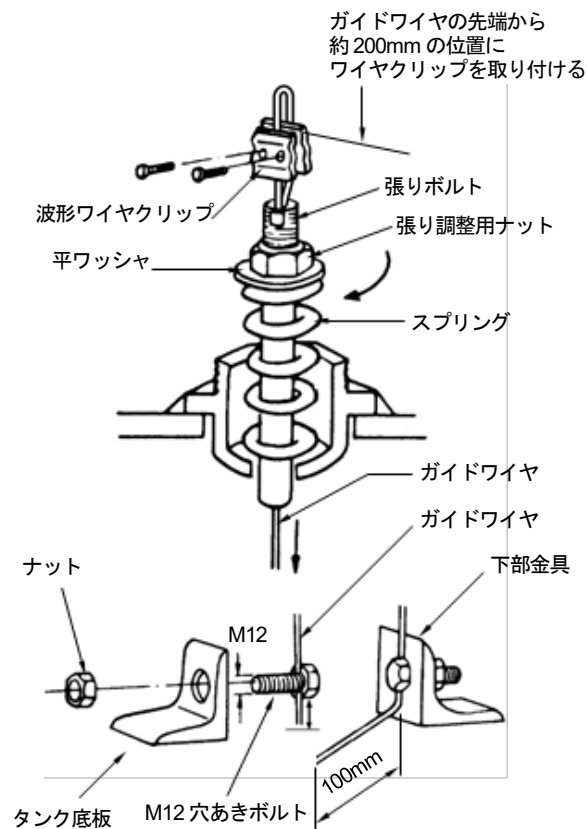

図 7. ガイドワイヤの取り付け
- ガイドワイヤノブの蓋を開放します。(図 7 参照)ガイドワイヤ取り付け後、ガイドワイヤの張り具合を微調整しますので、張り調整用ナットを張りボルトの上端より 10mm 程度下の位置に仮セットしてください。